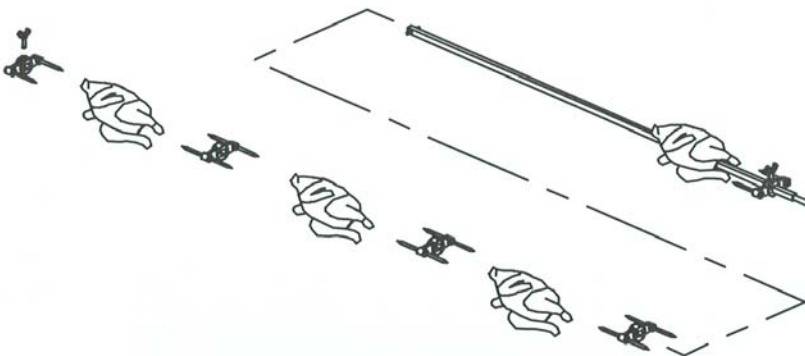

Abb. 4
- Die Hähnchen gemäss Abbildung 4 aufspießen